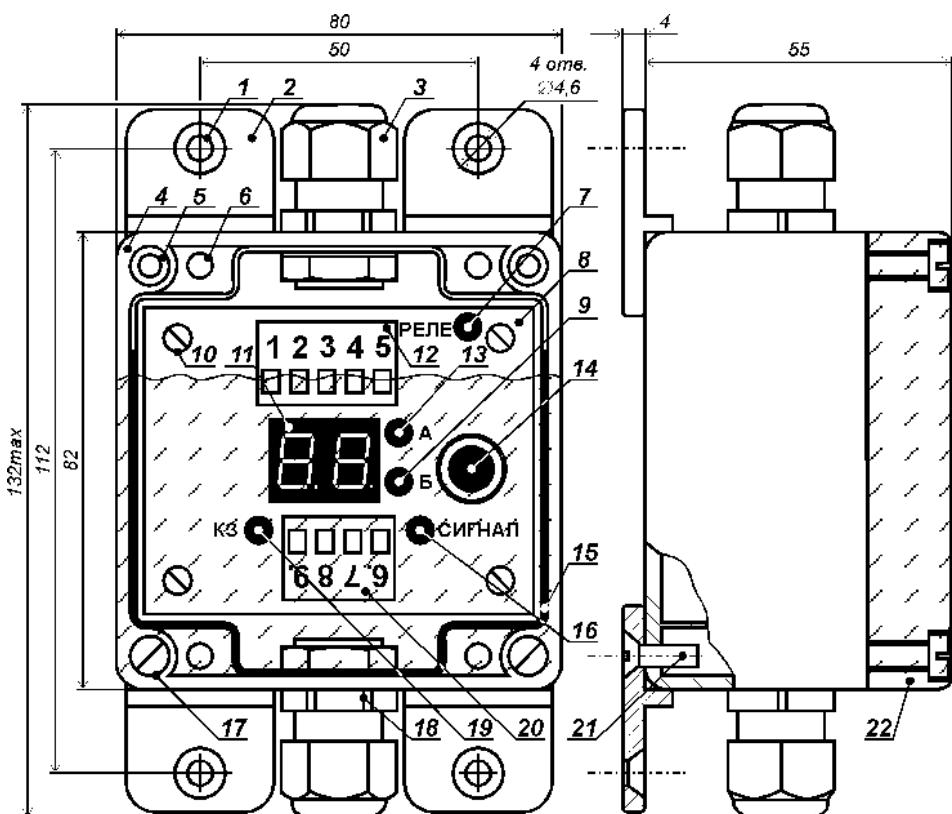
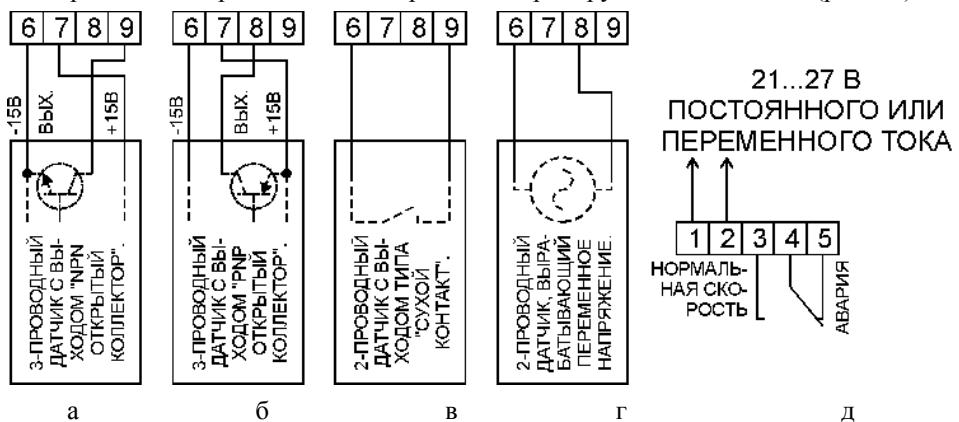

Рис. 1. Конструкция реле скорости РДКС-03АРС.
Рис. 2. Подключение различных датчиков к реле скорости РДКС-03АРС.
Конструкция РС показана на рис. 1. Устройство размещено в пластмассовом корпусе [поз. 4], который закрыт прозрачной крышкой [поз. 22] через уплотнитель [поз. 15] четырьмя винтами [поз. 17]. Винты вворачиваются в резьбовые втулки [поз. 5], запрессованные в стенках корпуса.
- светодиод: «Реле» [поз. 7], показывающий состояние выходных контактов РС. Светодиод горит, когда контакты находятся в положении «Нормальная скорость» (рис. 2д);
РС работает совместно с датчиком любого типа (индуктивным, емкостным, магнитоиндукционным, тахогенераторным, герконовым и пр.), при необходимости обеспечивая его электропитание. Датчик подключаются к клеммам 6 – 9 по двух- или трёхпроводной схеме (рис. 2а – 2г), а клеммы 1 – 5 предназначены для подачи на РС рабочего напряжения и блокировки контролируемого механизма (рис. 2д).
На рис. 2а и 2б показана схема подключения к РС типового трёхпроводного индуктивного или емкостного датчика положения с выходом типа «открытый коллектор». Когда движущиеся части механизма попадают в зону его чувствительности, на входе РС формируются электрические импульсы.
На рис. 2в показан пример включения двухпроводного датчика (например, герконового реле). Он формирует импульсы, замыкая свои контакты в момент прохождения вблизи него магнитной «метки», закреплённой на механизме.
Типовые магнитоиндукционные или тахогенераторные датчики механически связаны с конвейером: при его работе они вырабатывают электрическое напряжение. Такие датчики подключаются к РС по схеме, показанной на рис. 2г.
РС крепится четырьмя винтами M4 или саморезами диаметром до 4,5 мм, которые вворачиваются в установочные отверстия [поз. 1 на рис. 1].
Клеммы 3, 4 и 5 используются для блокировки контролируемого объекта, клеммы 1 и 2 служат для подачи на РС напряжения питания, а к контактам 6, 7, 8 и 9 по одной из схем (рис. 2а – 2г) подключается соответствующий датчик.
Контакты реле возвращаются в положение, показанное на рис. 2д, если:
После подачи питания и до нажатия на энкодер [поз. 14 на рис. 1] РС находится в режиме «Работа». Светодиод «А» [поз. 13 на рис. 1] горит, если скорость механизма выше номинальной, а светодиод «Б» [поз. 9 на рис. 1] – если ниже. Цифровое табло [поз. 11 на рис. 1] показывает процент отклонения текущей скорости механизма от номинальной. Если отклонение превысило заданный порог и это превышение длится дольше заданной задержки, то контакты выходного реле РС переходят в положение «Авария» (рис. 2д). При изменении скорости на 50 % и более задержка отсутствует. Цифровое табло отображает зафиксированный процент изменения скорости: если скорость в момент отключения была выше номинальной, то горит светодиод «А», а если ниже – то светодиод «Б». В случае принудительного (минута контакты РС) пуска механизма, когда его скорость войдёт в допустимый диапазон и пройдёт заданное время задержки, контакты реле вернутся в положение «Нормальная скорость» (рис. 2д).
В режиме «Автонастройка» РС запоминает текущую скорость объекта, в дальнейшем принимая её за номинальную (за 100%). Контакты реле переходят в положение «Нормальная скорость» (рис. 2д) и одновременно мигают светодиоды «А» и «Б». В режиме «Автонастройка» РС ожидает прихода от датчика электрического сигнала: длительность ожидания зависит от скорости механизма. После автоматической настройки РС возвращается в режим «Работа». **Переводить РС в режим «Автонастройка» рекомендуется только после разгона механизма до номинальной скорости.**
5. Три раза нажав на энкодер, войти в режим «Автонастройка» (должны одновременно мигать светодиоды «А» [поз. 13 на рис. 1] и «Б» [поз. 9 на рис. 1]).